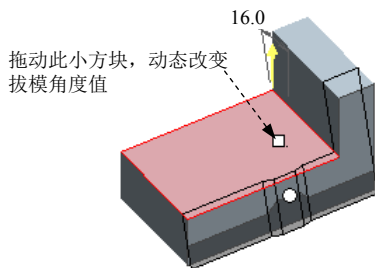

图 8.6.23 修改拔模角度及方向
Step7. 动态修改拔模角度, 如图 8.6.23 所示; 也可在操控板中修改拔模角度和方向。